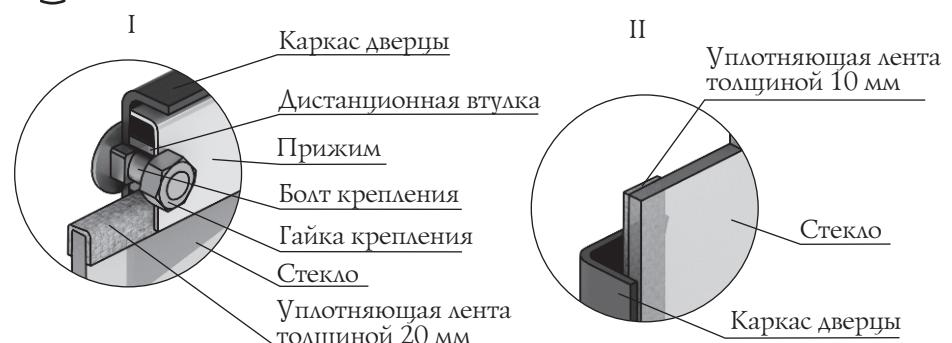

Рисунок 15. Крепление светорозрачного экрана дверцы печи «Витрудия»
3. Возьмите новое стекло. Если на нем нет уплотняющих лент, наклейте их: лента шириной 20 мм наклеивается сверху и снизу стекла «П» – образно (рисунок 15.I), лента шириной 10 мм наклеивается вертикально, вдоль боковых сторон стекла (рисунок 15.II).
4. Вставьте стекло в упор, при этом лента, наклеенная с боковых сторон (вертикальная) должна быть зажата между стеклом и каркасом дверцы (рисунок 15.II).
ВНИМАНИЕ! Гайки, крепящие прижим накручиваются на болты крепления через дистанционные втулки (рисунок 15.I).